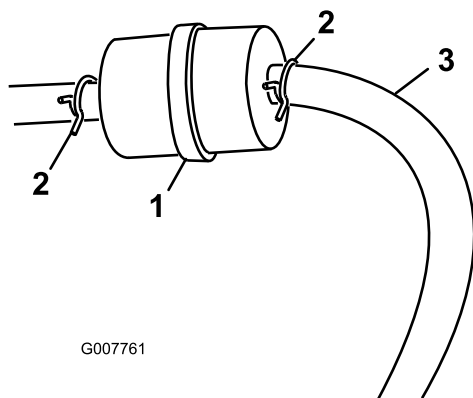

図 21
3. 古いフィルタのクランプをゆるめて脇に寄せる (図 21)。
5. 新しいフィルタをホースに取り付け、クランプで固定する 図 21。
3. 燃料フィルタについているクランプをゆるめ、フィルタからはずらす 図 21。
4. 燃料フィルタから燃料ホースを抜き取る 図 21。
注 落ちてくるガソリンをガソリン容器または廃油受けに受ける 図 21。
5. フィルタに燃料ホースをつなぎ、クランプで固定する (図 21)。